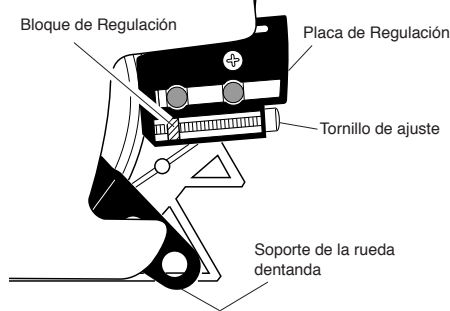

Figura 3 - Ubicaciones de la Zona para el Ensamble de la Barra Guía
4. Gire el tornillo de regulación en sentido antihorario (vea la Figura 3). Continúe girando el tornillo de regulación hasta que el bloque de regulación esté en la parte posterior de la placa de regulación.
8. Coloque la cadena alrededor del piñón impulsor, luego a lo largo de la ranura superior de la barra guía y alrededor de su punta curva. **Nota:** Asegúrese que los bordes cortantes de la cadena estén con dirección hacia la derecha. Coloque la cadena de modo que los bordes cortantes de la parte superior de la barra guía estén con dirección hacia la punta curva de la barra guía (vea la Figura 3).